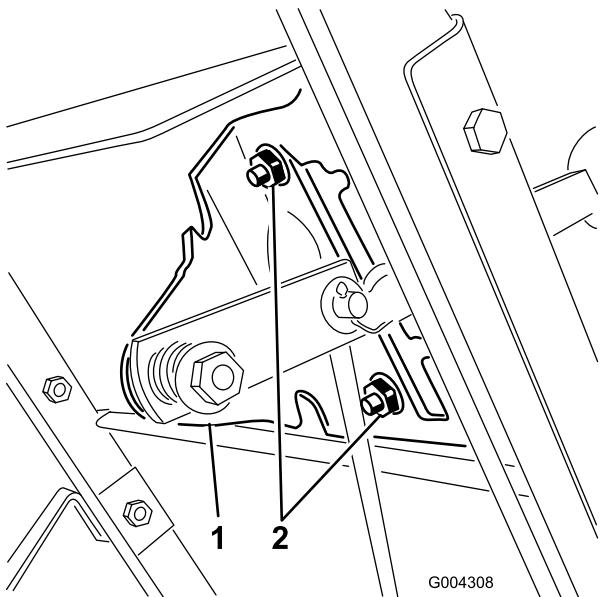
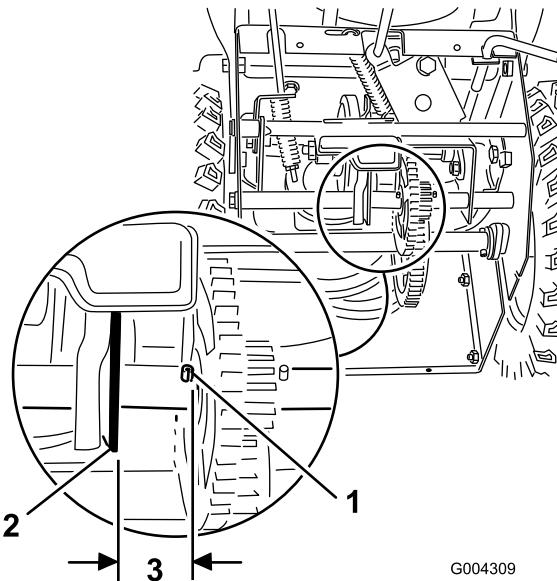

Figure 29
Figure 30
4. Desserrez les écrous à embase qui fixent la plaque de changement de vitesses au panneau de commande (Figure 29).
**Remarque:** L'ensemble de transmission doit se trouver à 3 mm (1/8") de la goupille. Si ce n'est pas le cas, faites coulisser la plaque de changement de vitesses (Figure 29) jusqu'à obtenir l'écartement correct (Figure 30).